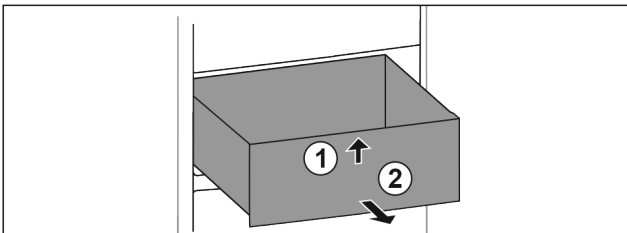

Fig. 99
- ▶ Nosta vetolaatikon etuosaa ylös. Fig. 99 (1)
- ▶ Poista vetolaatikko vetämällä eteenpäin. Fig. 99 (2)